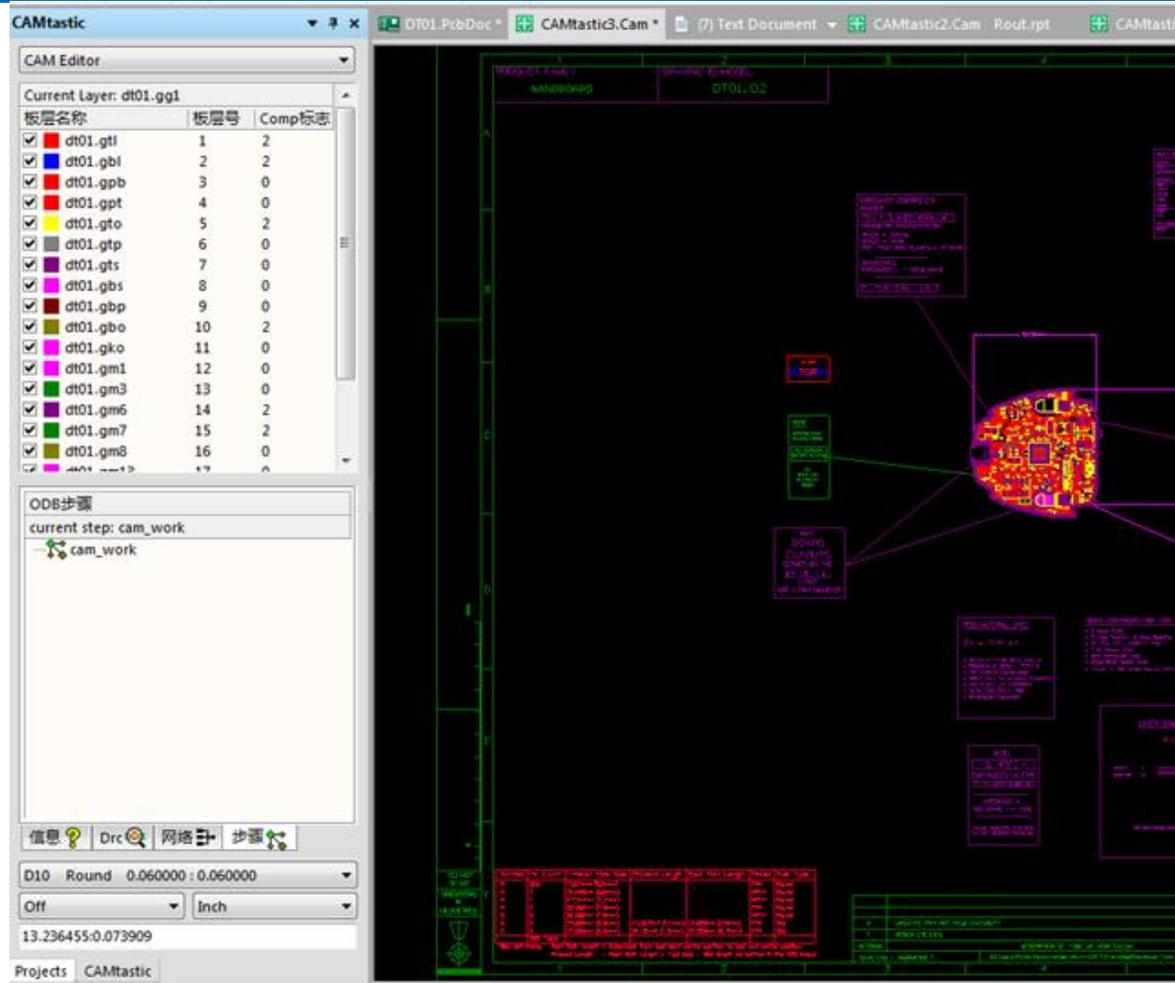

图5-58
(5)单击CAMtastic面板按钮，可以查看最后导入的结果，如图5-58所示。
导入Gerber文件后，选中CAMtastic面板，在如图5-58所示的面板窗口里看到各板层的Gerber文件，各板层颜色各异。